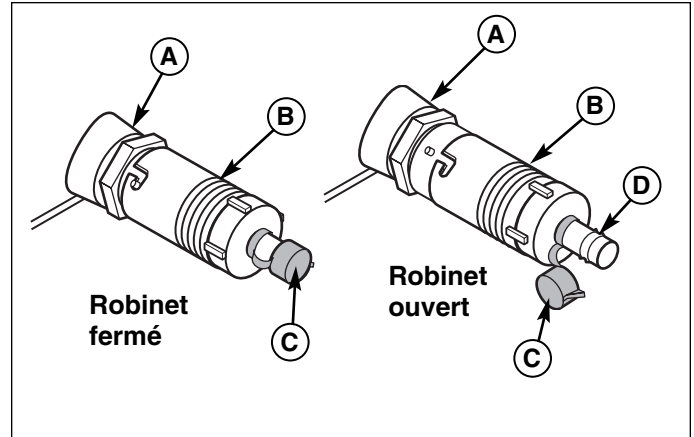

Figure 30. Robinet de vidange d'huile
3. Essuyer le robinet de vidange (B, Figure 30) et le capuchon (C) avec une serviette en papier ou un chiffon.